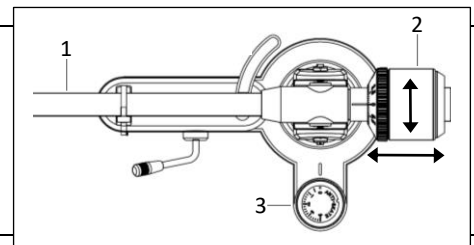

Abb. 3
Das mitgelieferte Gegengewicht (2) muss am Tonarm (1) aufgeschraubt werden. (Abb. 3)
5. Den Antiskating-Einstellknopf (3) durch drehen auf "0" stellen. (Abb. 3)
6. Den Tonarm durch hin- und herdrehen des Gegengewichtes (2) waagrecht ausbalancieren.